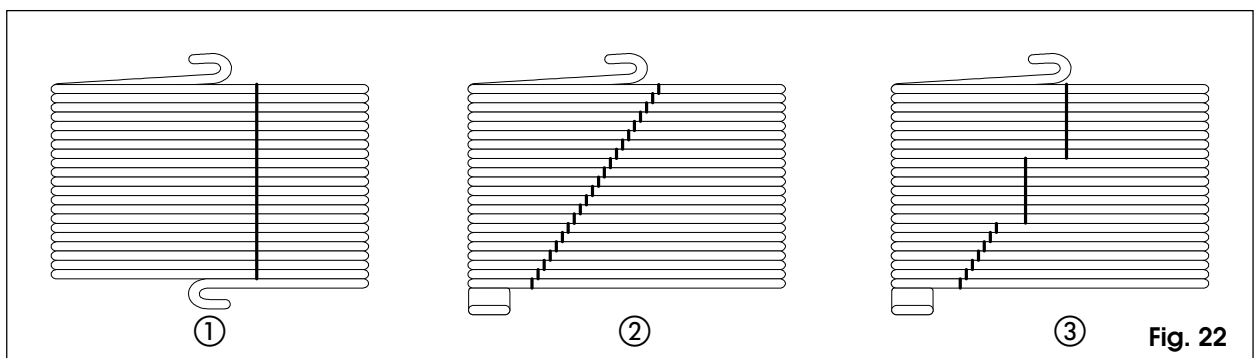

Fig. 22
- 1) Con la puerta cerrada, trazar una línea vertical en el resorte (fig. 22 ref. 1).
Si la distorsión no es regular en toda la altura del resorte (fig. 22 ref. 2), sino que es discontinua (fig. 22 ref. 3) hay que lubricar el resorte con grasa específica para deslizamiento.